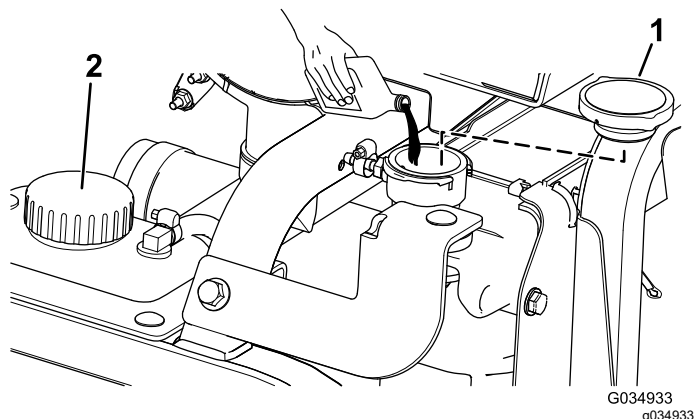

Figura 91
5. Riempite il radiatore con refrigerante fino a quando il livello non è pari con il bordo del foro del filtro (Figura 91).